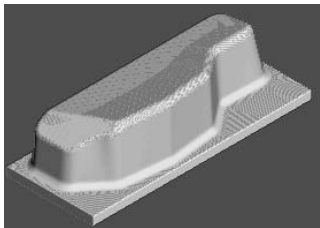

图 5-91 仿真加工结果 5
2) 在“仿真”工具栏的“当前刀具路径”下拉列表中选择要模拟的刀具路径 finish3, 然后单击“执行”按钮 , 系统开始自动仿真加工, 仿真加工结果如图 5-91 所示。